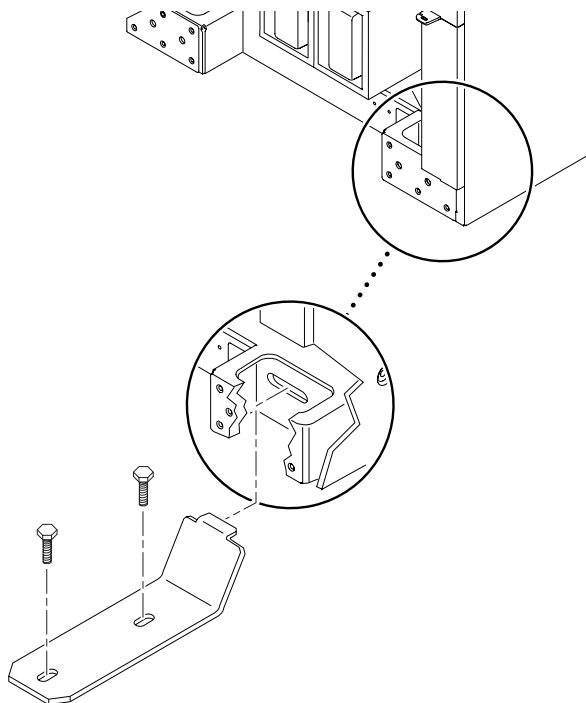

FIGURE 2-6 Fixation du système Sun Fire 6800 au sol
11. Fixez le système à l'endroit prévu à l'aide des supports de fixation avant et arrière mentionnés aux étapes 2 et 6 (FIGURE 2-6).